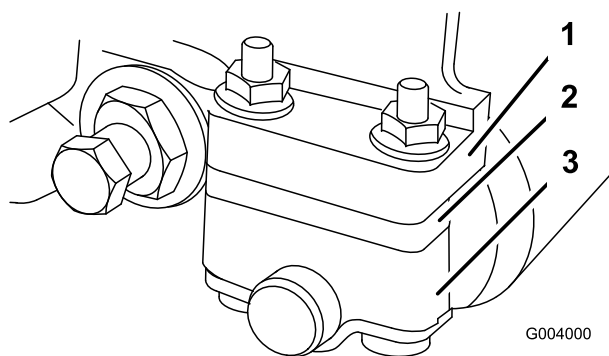

Figura 50
1. Ajuste os suportes do rolo traseiro para a posição baixa ou elevada, dependendo dos limites de altura de corte desejados (Figura 49e Figura 50).
- Posicione o distanciador abaixo do flange de montagem da placa lateral se as definições da altura de corte variarem entre 3,2 e 25,4 mm (Figura 50).